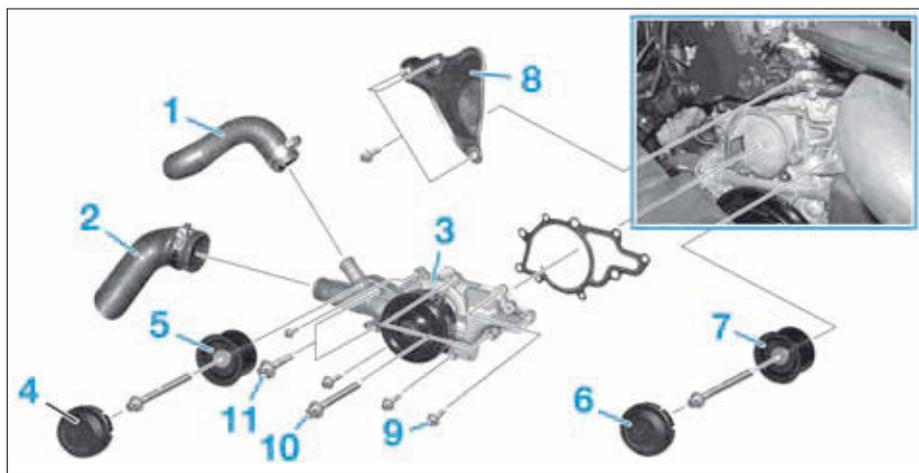

FIG. 24
- Débrancher les durits (1) et (2) de liquide de refroidissement sur la pompe à eau (3) (Fig.24).